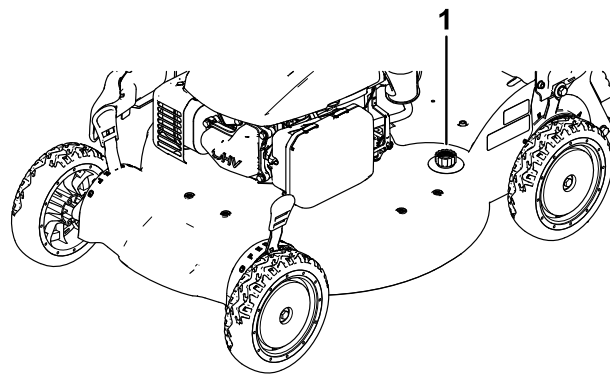

図 28
4. 洗浄ポートにホースを接続し、ホースを水道栓につなぐ (図 28)。